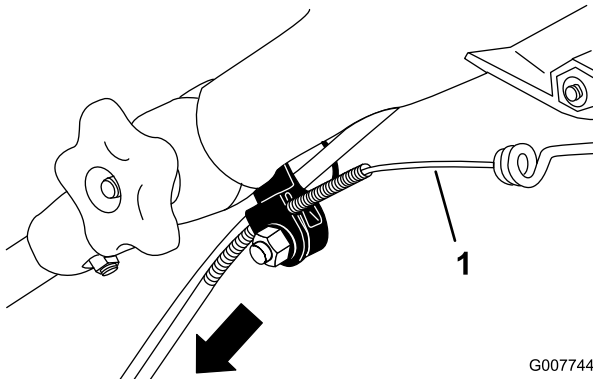

Figure 33
3. Tirez la gaine du câble vers le bas jusqu'à ce qu'il n'y ait plus de mou dans le câble exposé (Figure 33).